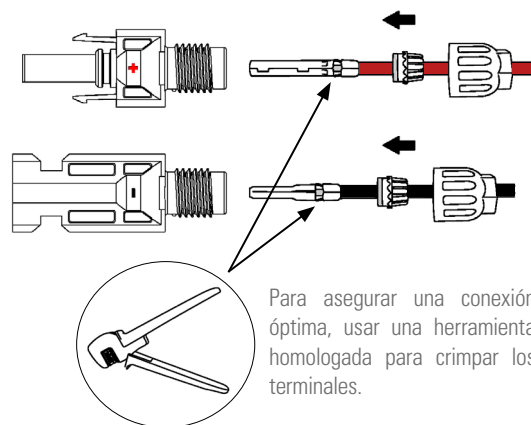

Fig. 19. Prensado del cable.
d. Insertar el cable de DC a través de la tuerca del conector de DC en el terminal metálico y presionar el terminal con unos alicates profesionales de prensado (tirar del cable para verificar si el terminal está bien conectado al cable), tal como se muestra en la Fig. 19: